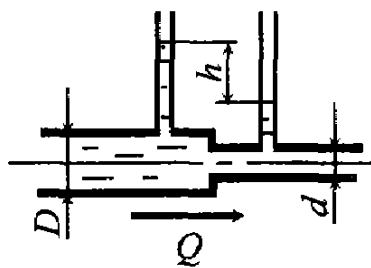

Рис. 8
17. На трубе диаметром 250 мм имеется местное сужение диаметром 150 мм. Определить разность высот уровней в пьезометрических трубках, если известно, что по трубе течет ацетон со скоростью в широком сечении 1,2 м/с. Сопротивлениями пренебречь. (рис. 8)